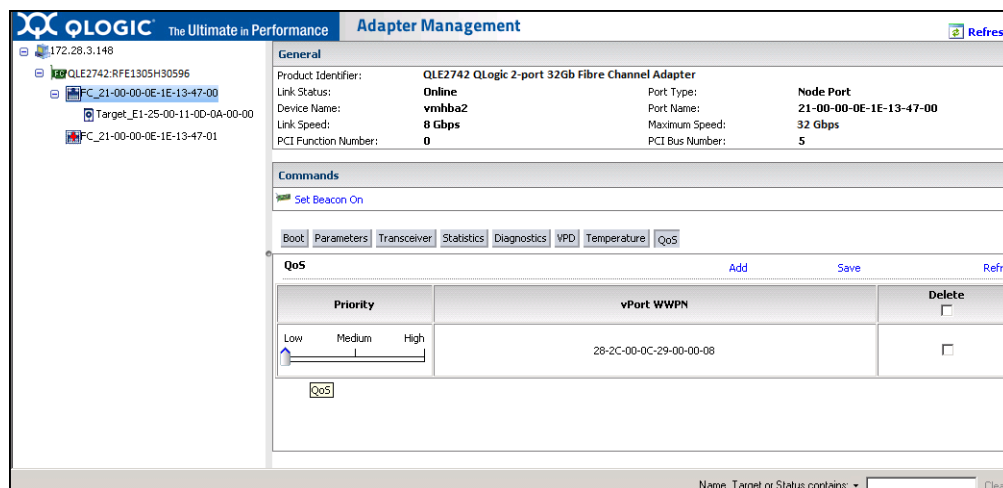

Ilustración 3-39. Cambio de prioridad de vPort mediante complementos QConvergeConsole
- La Ilustración 3-39 muestra un ejemplo.